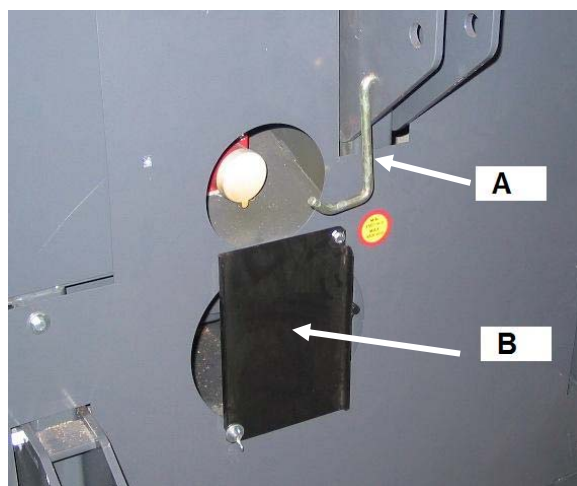

Fig. 9
3.10 La machine est équipée d'un système l'empêchant de fonctionner simultanément dans les deux modes, Fig. 9